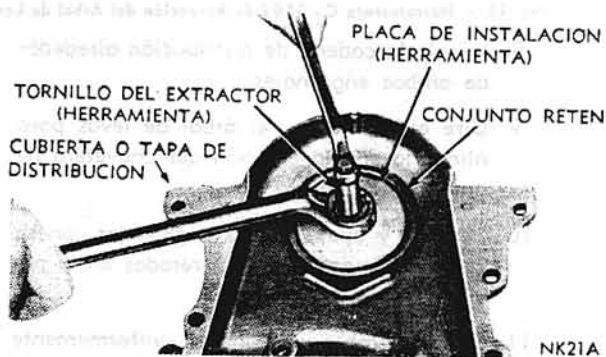

Fig. 23 - Instalación del Nuevo Retén de la Tapa de Distribución.
8. Instale la arandela plana y la tuerca en el tornillo del extractor; sujetándose el citado, se procederá a apretar la tuerca. (Fig. 23).